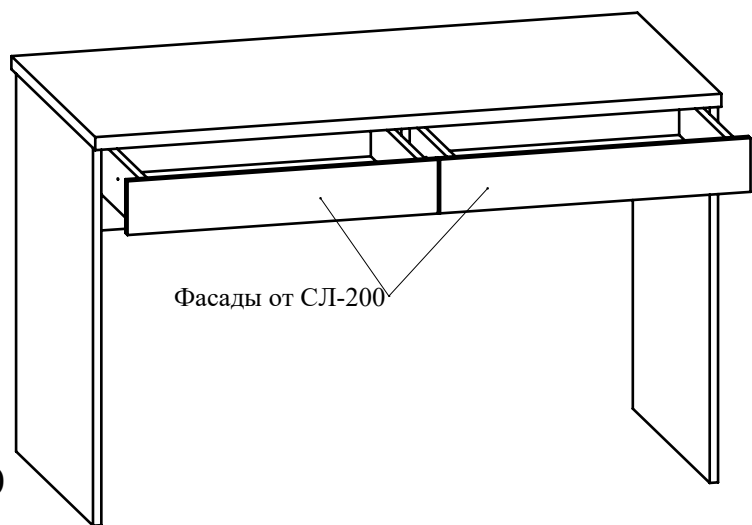

Рис.10
11. Установите ящики в корпус стола (Рис. 10).